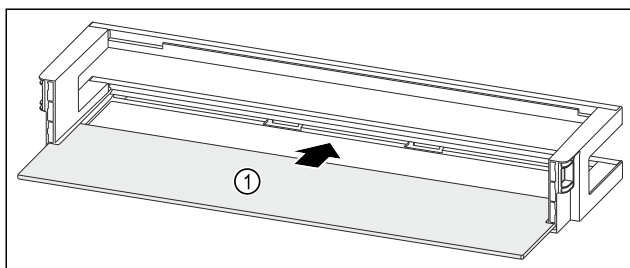

Fig. 95 Dveřní přihrádka s odkládací plochou
- Odkládací plochu Fig. 95 (1) zasuňte do bočních vybrání.